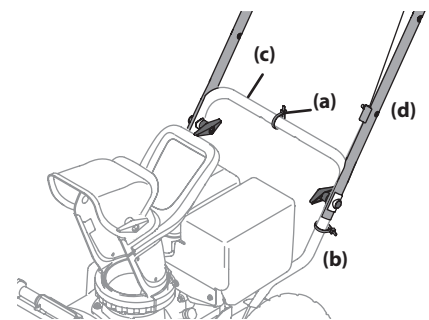

Figura 2-8
- Deslice uno de los precintos flojos (a) desde el lado derecho de la barra de control inferior (b) hasta el travesaño de dicha barra (c). Deje el segundo precinto en su sitio a la derecha de la barra de control inferior (b). Consulte la Figura 2-8.
- Eleve la barra de control superior (d) y ubíquela sobre la barra de control inferior (b), alineando los orificios de donde se retiraron las perillas de aletas. Consulte la Figura 2-8.